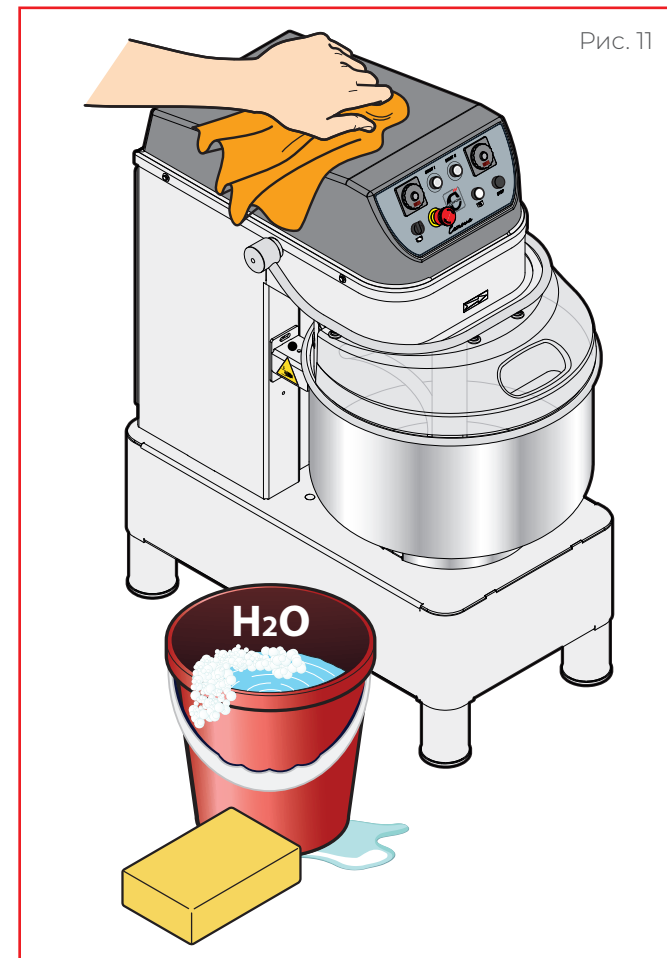

Рис. 11
- выполнить тщательную очистку оборудования и комплектующих ► **Рис. 11**;